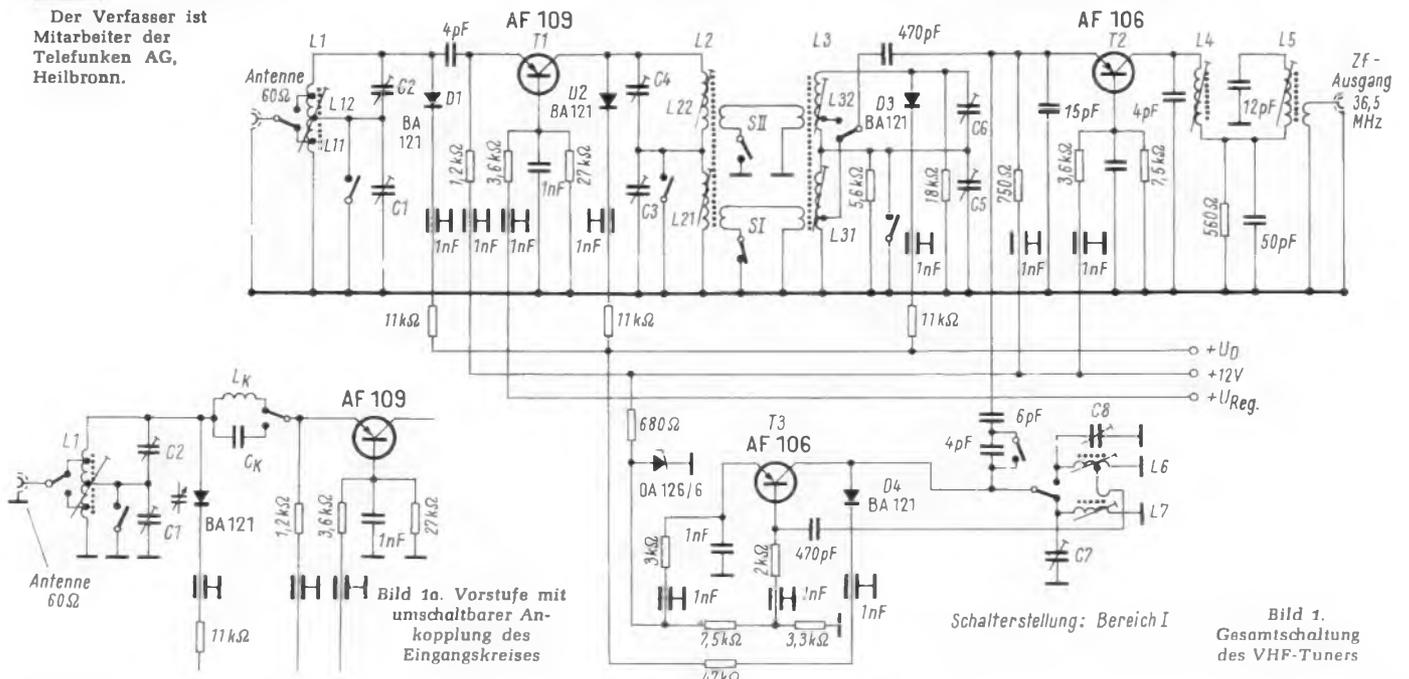

Bild 1a. Vorstufe mit umschaltbarer Ankopplung des Eingangskreises
Die in dieser Eingangsschaltung auftretende Rauschzahl im Bereich I ($F \leq 9$) kann in einer anderen Schaltung (nach Bild 1a) vermindert werden. Hiermit ist es möglich, die Ankopplung des Eingangskreises mit umzuschalten. Im Bereich I erfolgt die Ankopplung mit einer geeignet gewählten Induktivität L_K . Die Rauschzahl ist dann $F \leq 5$.
1) In der in Abschnitt 2.1 angegebenen Schaltung nach Bild 1a rund 25 ± 1 dB.
2) In der in Abschnitt 2.1 angegebenen Schaltung nach Bild 1a ≤ 5 .